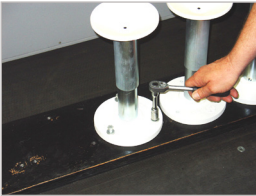

Abbildung 3
- ▶ Schrauben Sie die Schrauben mit den Unterlegscheiben handfest ein und ziehen Sie diese mit dem Schlüssel fest (*Abbildung 3*).